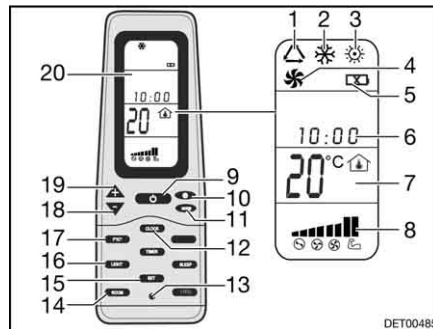

Fig. 155 Telecomando
- Premere il tasto ON/OFF (Fig. 155,9).
- Premere il tasto "Mode" (Fig. 155,11) spesso, finché la modalità desiderata (Fig. 155,1, 2, 3 o 4) viene visualizzata sul display (Fig. 155,20).
- Impostare la temperatura desiderata con i tasti "+" (Fig. 155,19) e "-" (Fig. 155,18).
- Con il tasto velocità dell'aria (Fig. 155,10) selezionare il livello desiderato per la ventola.